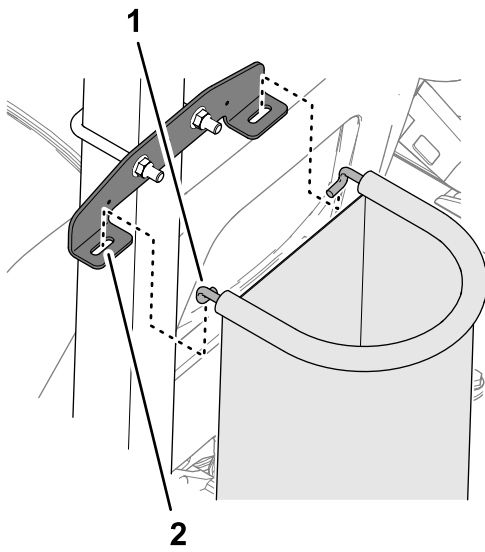

Figure 24
3. Insérez les crochets de l'arceau du sac dans les fentes du support de montage (Figure 24).